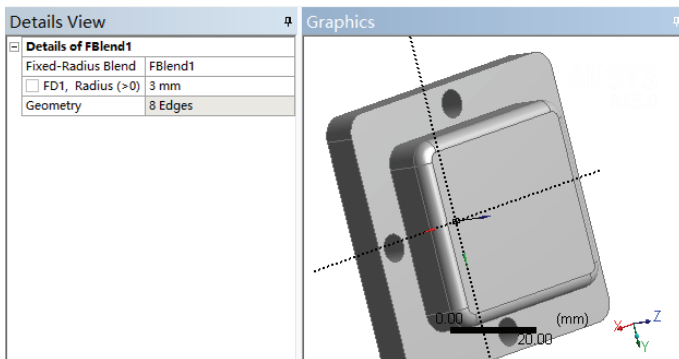

图 3-109 倒圆角后得到的模型
7) 单击 Generate, 生成倒圆角, 得到的图形如图 3-109 所示。